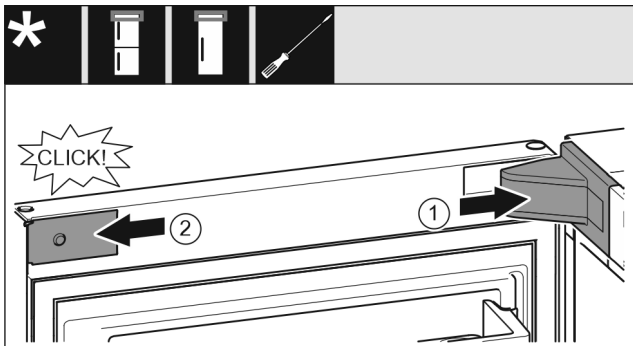

Fig. 20
- ▶ Afdekking van de lagerbus aanbrengen en vastklikken, en indien nodig, voorzichtig uit elkaar drukken. *Fig. 20 (1)*
- ▶ Paneel zijdelings aanbrengen en vastklikken. *Fig. 20 (2)*